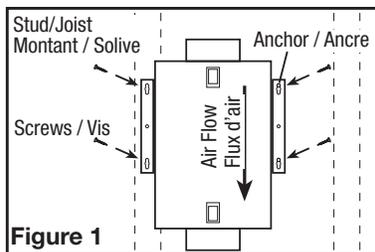

Figure 1
- Surface Mounting:** Locate at least one stud or joist. Place the fan in position so that the mounting bracket is centered on the stud or joist and make the location for the four (4) holes. Remove the fan and install properly rated wall/ceiling anchors for the holes that do not go directly into a joist or stud. Position fan in place and secure with screws (not included) (**Figure 1**).
2a. **Montage en surface:** Localisez au moins un goujon ou une solive. Placez le ventilateur en position de sorte que le support de montage soit centré sur le goujon ou la solive et marquez l'emplacement des quatre (4) trous. Retirez le ventilateur et installez des ancrages muraux / de plafond correctement dimensionnés pour les trous qui ne vont pas directement dans une solive ou le goujon. Positionnez le ventilateur en place et fixez-le avec des vis (non inclus) (**Figure 1**).